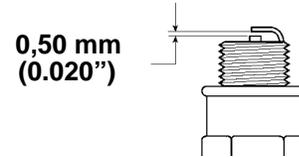

Figure 30
5. Régler l'écartement des électrodes de la nouvelle bougie à 0,50 mm (0.020") (Fig. 30).